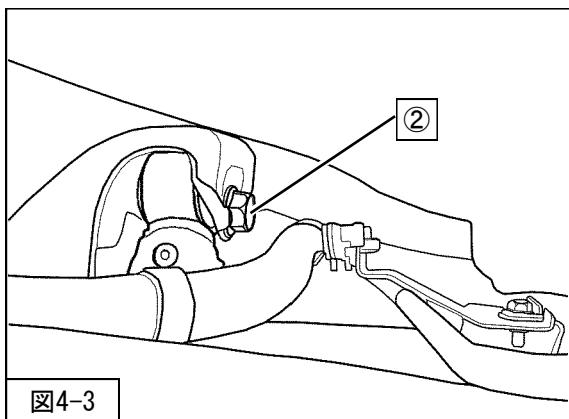

図4-3
3. ②リアショックアブソーバASSYアッパー取付ボルトを仮締めしてください。（図4-3）